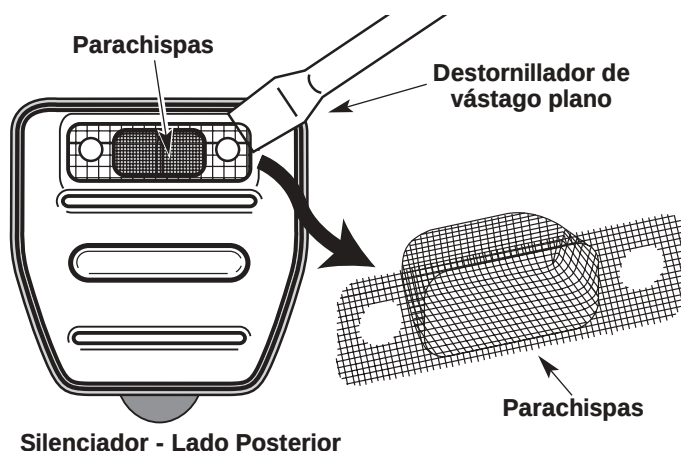

Fig. 42
4. Despegue cuidadosamente el parachispas con un destornillador de punta plana del orificio en bajo relieve (Fig. 42). Quite el parachispas del silenciador.
5. Limpie el parachispas con un cepillo de cerdas metálicas. Cámbielo si está dañado o si no lo puede limpiar completamente (Fig. 42).